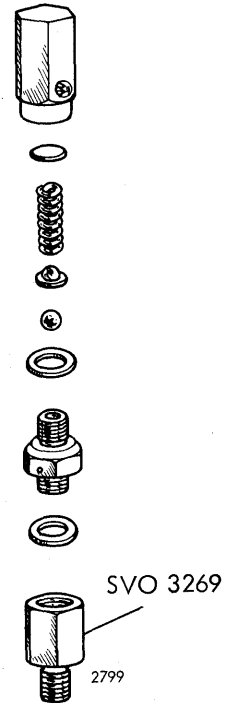

Fig. 36.
1. Monter ventildelene i en forskrunding (specialværktøj SVO 3269) som vist i fig. 36.